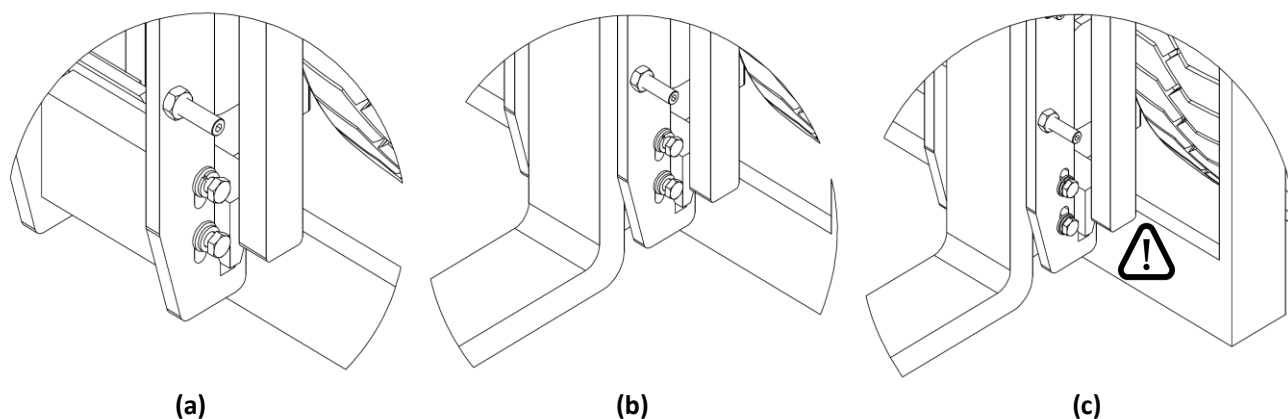

Figura 13
1. Allentare le viti laterali del gancio inferiore delle forche, in modo da poterlo muovere sino all'estremità superiore della apposita asola. Mantenerlo in questa posizione fino all'applicazione della forza (vedi Figura 13, a).
2. Posizionare la forca (vedi Figura 13, b).
3. Riportare il gancio alla sua posizione originale e riavvitare le viti che lo sorreggono (vedi Figura 13, c).